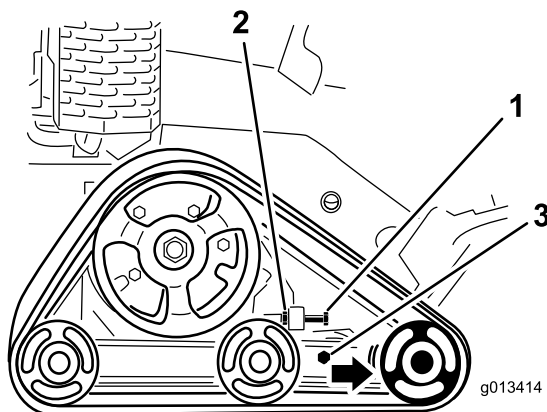

Bild 43
3. Lösen Sie die Klemmmutter an der Spannschraube der Kette und die Klemmschrauben am Spannarm (**Bild 43**).
4. Ziehen Sie die Spannschraube bis auf 32,5-40 N·m an, um die Kette zu spannen (**Bild 43**).
4. Lösen Sie die Spannschraube und Klemmmutter (**Bild 43**).
5. Lösen Sie die Klemmschrauben (**Bild 43**).